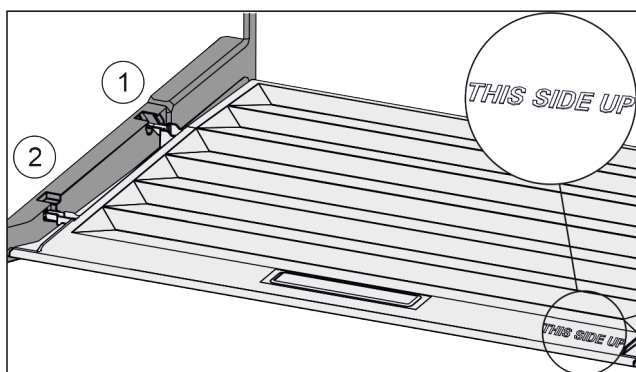

Fig. 74
- ▶ Juhtige kaane vahetoed tagumise hoidiku Fig. 74 (1) ava kaudu sisse ja fikseerige ees hoidikusse Fig. 74 (2).